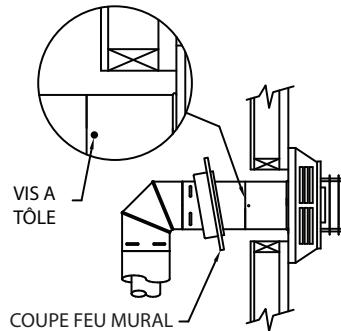

Figure 8
d'emboîtement mural sur la section de tuyau la plus proche du côté intérieur du mur (*Fig. 8*).
Étape 6. Déplacer l'appareil et l'ensemble du conduit de ventilation vers le mur, en insérant avec précaution la section de tuyau dans l'ensemble du chapeau. Il est important que la section de tuyau se prolonge à l'arrière du chapeau de sortie avec un chevauchement minimal de 31,8 mm (1 1/4 po). Utilisez les deux vis à tôle fournies pour fixer la section de tuyau à l'arrière du capuchon de sortie. La flasque du manchon d'emboîtement couvrira les têtes de vis (*Fig. 8*).